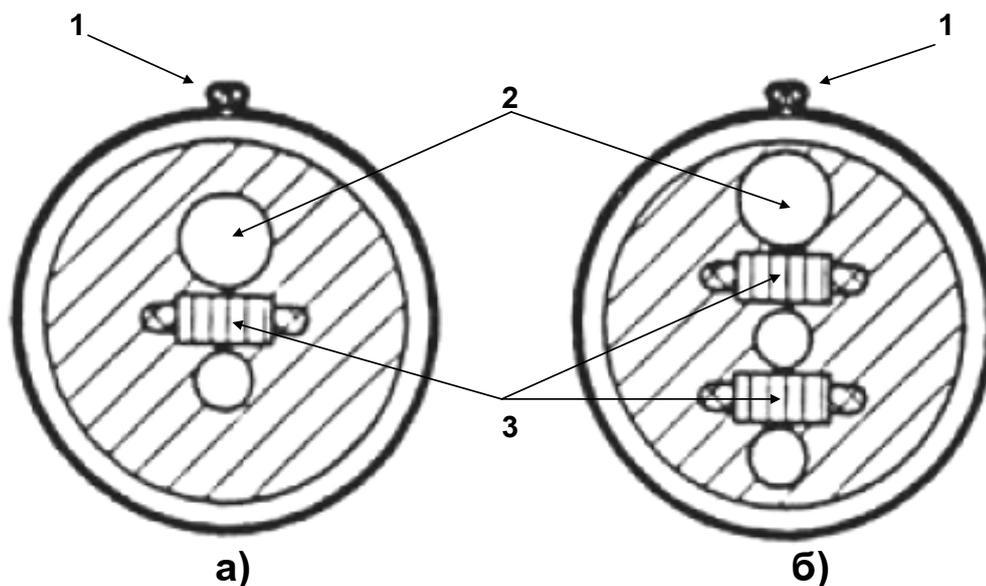

Рис. 4. Расположение кабелей под манжетами в муфтах МРП с ТУМ:
5.5. При закреплении ответвляющихся кабелей перед монтажом срустка и перед установкой картонного оголовника эти кабели следует устанавливать так, чтобы кабель с наибольшим диаметром при усадке манжеты находился под её застёжкой так, как показано на рис. 4.